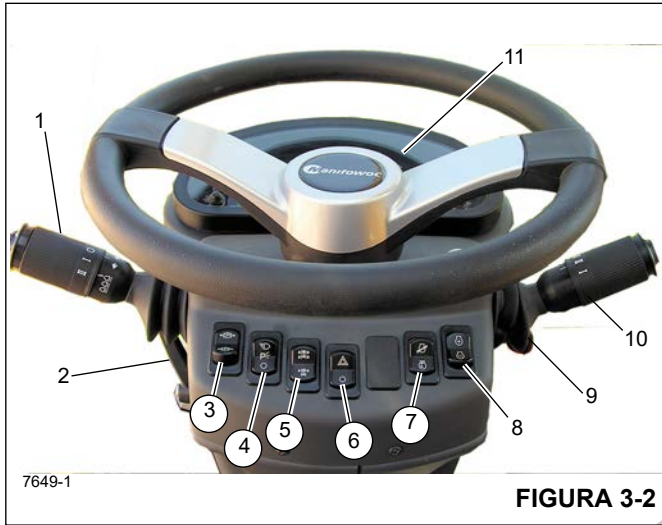

Figura 3-2 - Números de artículos
El conjunto de la columna de dirección en la Figura 3-2 es una columna de dirección telescópica e inclinable tipo pedestal. Tiene la capacidad de inclinarse 30° hacia adelante o levantarse verticalmente aproximadamente 60 mm (2.5 pulg). También incluye el interruptor de encendido y la pantalla de medidores del bus CAN (11) (Figura 3-2).
La palanca de los señalizadores de viraje y los controles del limpia/lavaparabrisas (1, Figura 3-2) se encuentran en el lado izquierdo de la columna de la dirección. Empuje la palanca de señalizadores de viraje hacia abajo para que las luces señalizadoras delantera y trasera izquierdas destellen. Empuje la palanca de señalizadores de viraje hacia arriba para que las luces señalizadoras delantera y trasera derechas destellen.
La columna de control de dirección se puede girar hacia adelante a aproximadamente 30° y se puede elevar aproximadamente 2.5 pulg. Mueva la palanca de control (2, Figura 3-2) hacia abajo para bloquear la columna de dirección en su lugar; al girar la palanca hacia arriba se suelta la columna de dirección para hacer los ajustes deseados.
El control del freno de estacionamiento (3, Figura 3-2) se encuentra en la parte delantera de la columna de dirección. Este interruptor de dos posiciones (ON/OFF) sirve para aplicar y soltar el freno de estacionamiento instalado en la transmisión. La luz indicadora roja del freno de estacionamiento se ilumina al activarse el interruptor de presión del sistema de liberación del freno y aplicarse el freno. El interruptor tiene un bloqueo para evitar el accionamiento inesperado.
El interruptor de faros (4, Figura 3-2) se encuentra en la parte delantera de la columna de dirección. Este interruptor de tres posiciones (apagado/estacionamiento/faros) controla el funcionamiento de las luces de los medidores, los LED de los controles y las luces de posición en las partes delantera y trasera y los costados de la grúa. Cuando el interruptor está en la posición ON, se ilumina el LED del interruptor.
El selector de eje motriz (5, Figura 3-2) se encuentra en la parte delantera de la columna de dirección. Este interruptor de dos posiciones se usa para seleccionar la tracción en dos (gama alta) o en cuatro ruedas (gama baja). El interruptor regula una válvula de solenoide (energizado para la tracción en dos ruedas) que acciona los cilindros de gama de marcha y de desconexión del eje en la transmisión. Cuando el interruptor está en la posición de tracción en cuatro ruedas, la luz indicadora del eje motriz en la columna de dirección se ilumina.
El interruptor de luces de advertencia (6, Figura 3-2) se encuentra en la parte delantera de la columna de dirección. Al activarlo, el interruptor de dos posiciones hace que los cuatro señalizadores de viraje destellen al mismo tiempo. Cuando el interruptor está en la posición ON, se ilumina también el LED del interruptor.
El interruptor de control de diagnóstico/velocidad del motor (7, Figura 3-2) es un interruptor de dos posiciones, encendido y apagado, que se utiliza para acceder a los códigos de falla del motor o habilitar el control de ralentí lento y las funciones de velocidad del motor.
Función de diagnóstico — Con el interruptor de encendido en la posición de marcha y el motor apagado, presione la parte superior del interruptor de control de diagnóstico/velocidad del motor para visualizar los códigos de falla del motor en la pantalla de la columna de dirección. Si hay más de un código de falla del motor activo, utilice el interruptor de aumento/reducción (8, Figura 3-2) para navegar hacia adelante o hacia atrás por los códigos de falla. Si no hay códigos de falla del motor, se mostrarán ceros en la pantalla de la columna de dirección.
Función de ralentí del motor — Con el motor en funcionamiento y la parte superior del interruptor de control de diagnóstico/velocidad del motor presionada, se puede ajustar la velocidad de ralentí lento del motor mediante el interruptor de aumento/reducción (8, Figura 3-2).
velocidad del motor mediante el interruptor de aumento/reducción (8, Figura 3-2).
El interruptor de aumento/reducción (8, Figura 3-2) es un interruptor momentáneo de tres posiciones con la posición en el centro de apagado. Utilice este interruptor para navegar hacia adelante o hacia atrás a través de los códigos de falla del motor o ajustar la velocidad del motor.
Función de diagnóstico — Con el interruptor de encendido en la posición de marcha, el motor apagado y la parte superior del interruptor de control de diagnóstico/velocidad del motor (7, Figura 3-2) presionada, presione la parte superior o inferior del interruptor de aumento/reducción para navegar hacia arriba o hacia abajo por los códigos de falla del motor que se muestran en la pantalla de la columna de dirección. Si no hay códigos de falla del motor, se mostrarán ceros en la pantalla de la columna de dirección.
Función de ralentí lento del motor — Con el motor en funcionamiento y la parte superior del interruptor de control de diagnóstico/velocidad del motor (7, Figura 3-2) presionada, presione la parte superior o inferior del interruptor de aumento/reducción para aumentar o reducir la velocidad de ralentí lento del motor.
Función de velocidad del motor — Con el motor en funcionamiento y la parte inferior del motor interruptor de control de diagnóstico/velocidad del motor (7, Figura 3-2) presionada, el interruptor de aumento/reducción se utiliza para ajustar la velocidad del motor. Presione rápidamente la parte superior del interruptor una vez para ajustar la velocidad del motor al máximo; presione rápidamente la parte inferior del interruptor una vez para ajustar la velocidad del motor a ralentí lento. En caso de que la velocidad del motor esté por debajo del ajuste de velocidad máxima del motor, si se mantiene presionada la parte superior del interruptor, esto causará que la velocidad del motor aumente lentamente; suelte el interruptor una vez alcanzada la velocidad del motor deseada. En caso de que la velocidad del motor esté por encima del ajuste de velocidad mínima del motor, si se mantiene presionada la parte inferior del interruptor, esto causará que la velocidad del motor disminuya lentamente; suelte el interruptor una vez alcanzada la velocidad del motor deseada.
La palanca de cambios de la transmisión (10, Figura 3-2) se encuentra en el lado derecho de la columna de la dirección. Esta palanca de control acciona la válvula selectora de la transmisión por medios eléctricos. Si se desplaza la palanca hacia arriba, se activan las marchas de avance y, si se la desplaza hacia atrás, se activan las marchas de retroceso. Cuando la palanca se encuentra en el punto muerto, reposa en un tope. Para poder mover la palanca hacia arriba o hacia abajo, tire de ella hacia arriba primero. Para cambiar de marcha, seleccione de 1 a 6 para las marchas de avance y de 1 a 3 para las marchas de retroceso.